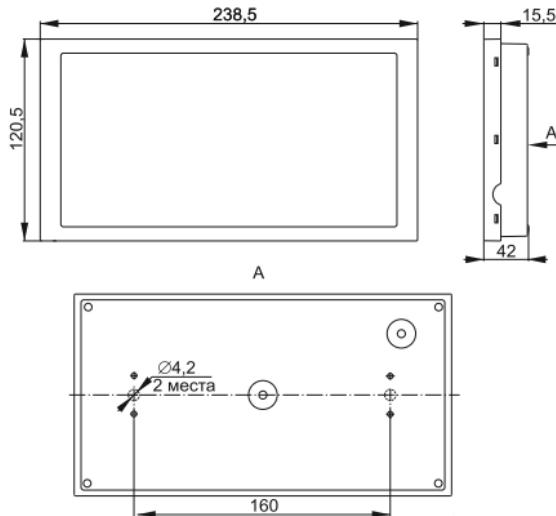

Рисунок 1
5.3.4 Просверлить на обратной стороне корпуса светильника два монтажных отверстия диаметром 4,2 мм на расстоянии 160 мм (рисунок 1).